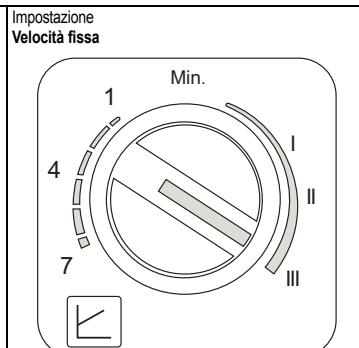

fig. 19
- Impostazione Velocità fissa (fig. 19)